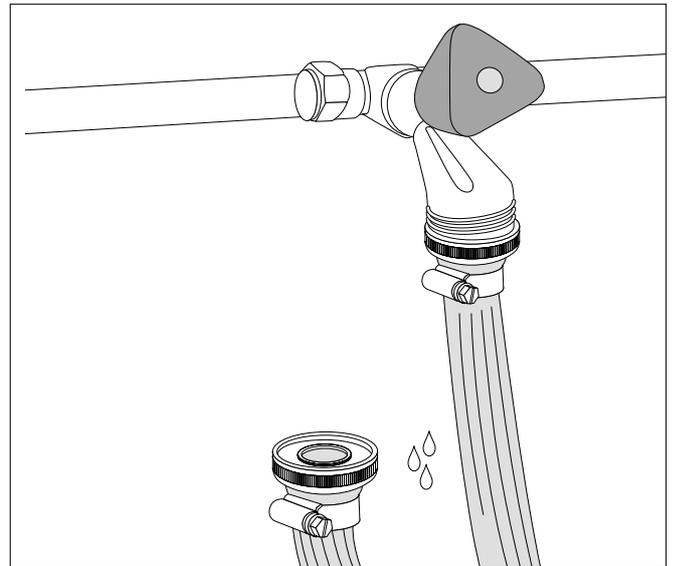

Fig. 48 Riempire la tubazione
- Collegare la tubazione al raccordo dell'acqua e riempire con acqua (fig. 48). Attenzione, il tubo deve essere libero da aria residua.
- Collegare la tubazione al rubinetto di carico e scarico acqua (fig. 48, **pos. 1**).